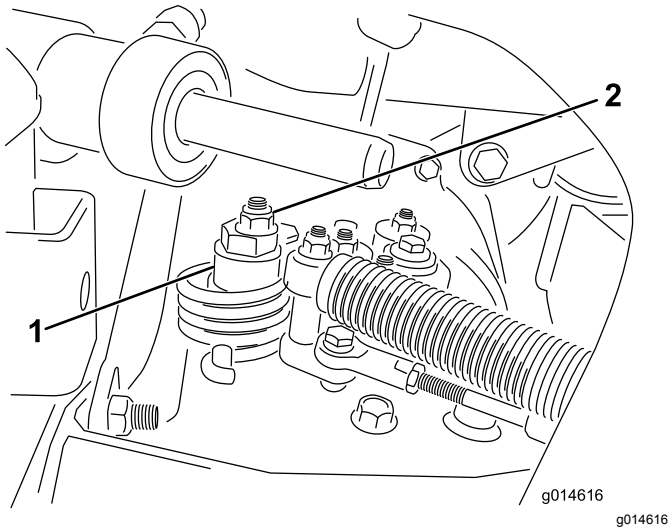

图51
- A. 松开将偏心螺栓固定到静液压泵顶部的螺母 图 51。
- C. 旋转偏心螺栓直到不再出现任何方向的缓慢前移。当轮子停止旋转时旋紧螺母锁定偏心螺栓和调整 图 51。将油门移至“慢速”和“快速”位置验证调节情况。